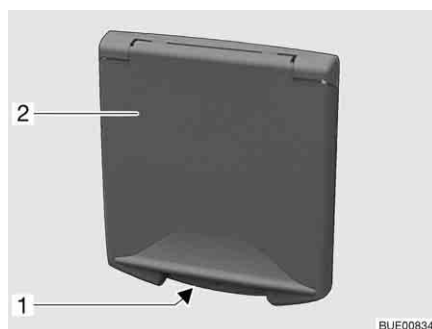

Bild 64 Druckschloss Serviceklappe
- Schlüssel in Schließzylinder des abschließbaren Druckschlusses (Bild 64,1) stecken und eine viertel Umdrehung drehen. Das Druckschloss ist entriegelt.
- Schlüssel in Schließzylinder des abschließbaren Druckschlusses (Bild 64,1) stecken und eine viertel Umdrehung drehen. Das Druckschloss ist verriegelt.